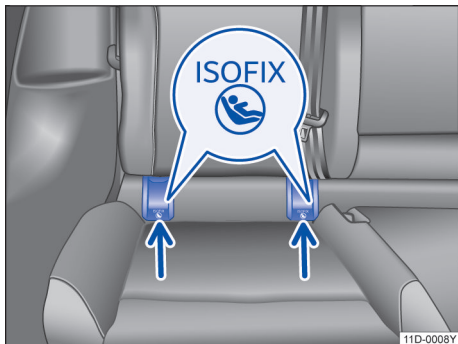

图 33 后排长条座椅的座位上的儿童座椅标准固定点的标记
- 拆下固定点护罩 → 图 33。
- 沿箭头方向将儿童座椅插入固定环 → 图 33。直至听到儿童座椅的啮合声。
- 将儿童座椅置于汽车坐垫上，然后将连接带的挂钩挂到固定环上 → 图 33。
第二排座椅配有两个 ISOFIX 固定环，与车身相连 → 图 33。